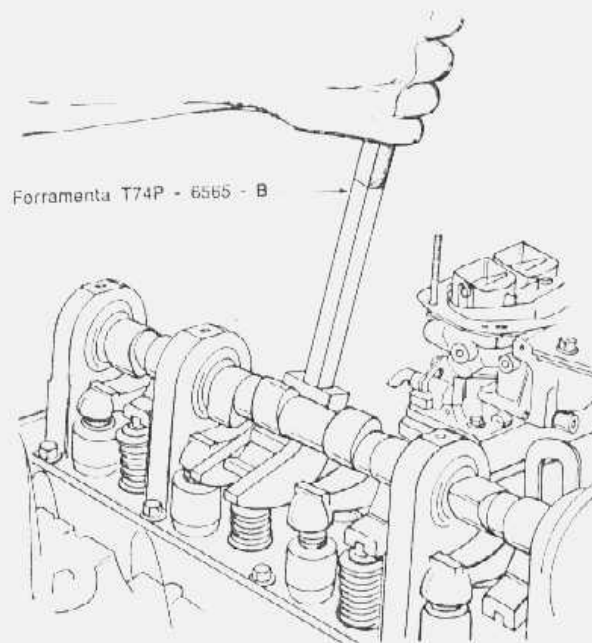

fig. 14 — comprimindo a mola da válvula
3. Utilizando-se da ferramenta especial mostrada na fig. 14 descarregar o ajustador hidráulico e/ou comprimir a mola da válvula e fazer o balancim deslizar por sobre o ajustador e para fora do motor.
3. Utilizando-se a ferramenta ilustrada na fig. 14 para comprimir a mola da válvula e retirar as travas da válvula, prato retentor e a mola da válvula. Retirar e inutilizar o vedador da haste de válvula.